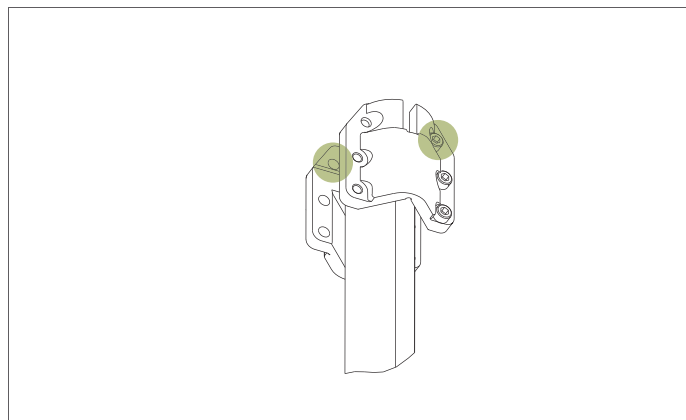

Рис. 45. Затяжка двух внешних винтов
5. Затяните два внешних винта. Момент затяжки составляет  $10 \text{ Нм} \pm 10\%$ . См. рис. 45.
11. Затяните два внешних винта, см. рис. 45. Момент затяжки составляет 10 Нм ±10 %.